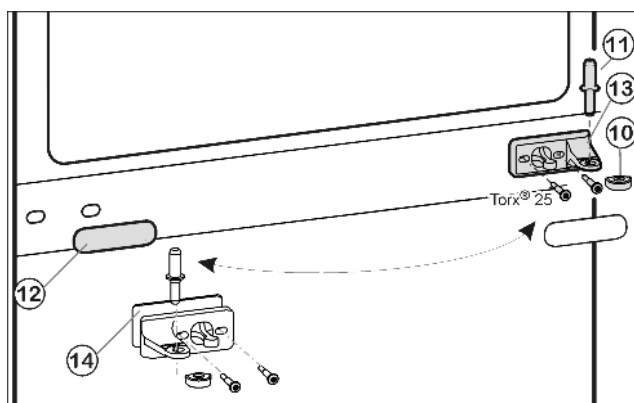
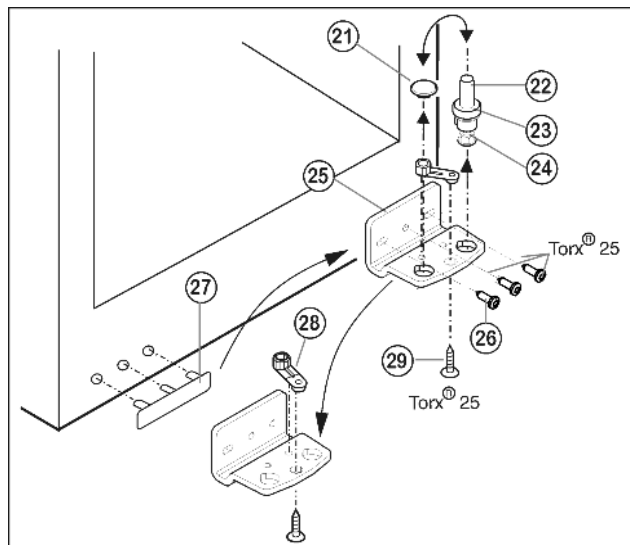

Fig. 5
Fig. 6
- ▶ Вытащите из опорного кронштейна и нижней дверцы средний опорный винт Fig. 5 (11).
- ▶ Снимите пластмассовый колпачок Fig. 5 (10).
- ▶ Открутите средний опорный кронштейн Fig. 5 (13) (2 шт. Torx® 25).
- ▶ Осторожно снимите накладку Fig. 5 (12).
- ▶ Прикрутите средний опорный кронштейн Fig. 5 (13) с подкладкой Fig. 5 (14) с поворотом на 180° на новую сторону шарнира (с моментом 4 Нм).
- ▶ Защелкните накладку Fig. 5 (12), повернув на 180°, на стороне, где теперь будет ручка.
- ▶ Извлеките опорный винт Fig. 6 (22) в комплекте с шайбой Fig. 6 (23) и регулируемой опорой Fig. 6 (24), вытягивая его вверх.
- ▶ Снимите пробку Fig. 6 (21).
- ▶ Открутите Fig. 6 (26) опорный кронштейн Fig. 6 (25).
- ▶ Открутите Fig. 6 (29) опорную деталь Fig. 6 (28) и, переставив в отверстие на противоположной стороне опорного кронштейна, снова прикрутите.
- ▶ Осторожно снимите и переставьте на противоположную сторону крышку со стороны ручки Fig. 6 (27).
- ▶ Снова прикрутите опорный кронштейн Fig. 6 (25) на новой стороне шарнира (с моментом 4 Нм). При необходимости используйте аккумуляторный шурупверт.
- ▶ Переставьте пробку Fig. 6 (21) в свободное отверстие.
- ▶ Вновь установите опорный винт Fig. 6 (22) в комплекте с шайбой и регулируемой опорой. При этом фиксатор должен быть направлен назад.
- ▶ Установите нижнюю дверцу сверху на нижний опорный винт Fig. 6 (22).
- ▶ Снова наденьте пластмассовый колпачок Fig. 5 (10) на средний опорный кронштейн Fig. 5 (13).
- ▶ Вставьте средний опорный винт Fig. 5 (11) на новой стороне шарнира через средний опорный кронштейн Fig. 5 (13) в нижнюю дверцу.
- ▶ Установите верхнюю дверцу на средний опорный винт Fig. 5 (11).
- ▶ При необходимости выравнивайте дверцы через два продольных паза в нижнем опорном кронштейне Fig. 6 (25) и среднем опорном кронштейне Fig. 5 (13) параллельно корпусу устройства. Для этого выкрутите средний винт на нижнем опорном кронштейне Fig. 6 (25).